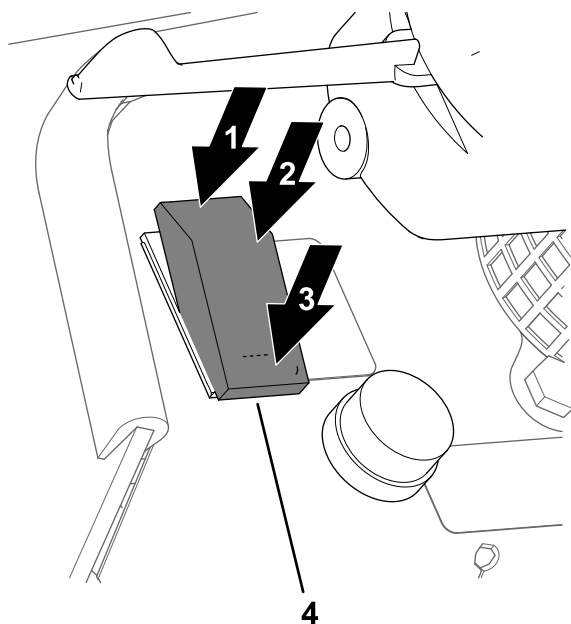

Figura 70
- Mueva el interruptor de las luces hacia adelante (hacia el extremo fino del interruptor) para ENCENDER los focos de trabajo (Figura 70).
- Mueva el interruptor de las luces a la posición central para APAGAR las luces (Figura 70).
- Mueva el interruptor de las luces hacia atrás (hacia el extremo inclinado del interruptor) para ENCENDER los faros (Figura 70).